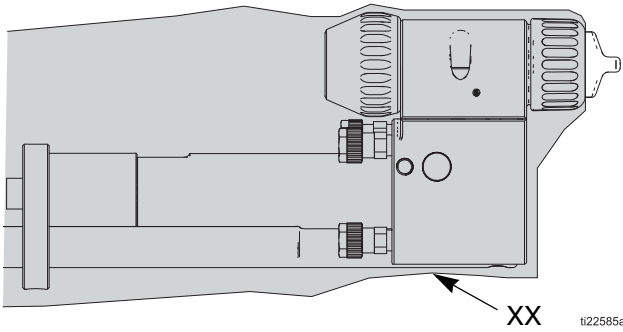

ABB. 17. Pistolenabdeckung
Eine Pistolenabdeckung (XX) über die Vorderseite der Pistole legen und so weit zurückschieben, dass Rohre und Schläuche an der Rückseite des Verteilers abgedeckt werden. Siehe ABB. 17.